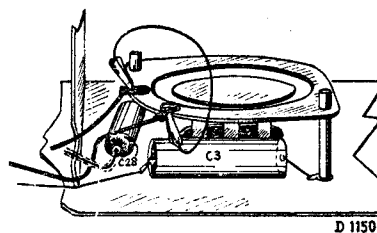

Fig. 6
3. Drempelregelaar kortsluiten, door twee punten op het eerste segment van de golflengteschakelaar door te verbinden; het zijn de knooppunten van C4, R15, kathode L4 en R14, R18 en C47. Zie fig. 6.